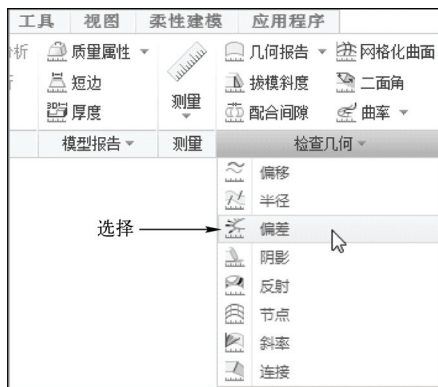

图 12-44 选择“偏差”选项
STEP 02 在功能区选项板中切换至“分析”选项卡，单击“检查几何”面板中“检查几何”右侧的下拉按钮，在弹出的列表框中选择“偏差”选项，如图 12-44 所示。